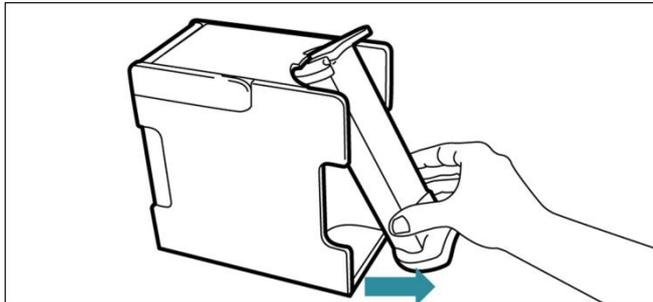

Abb. 28
6. Entfernen Sie den Halter für den Außenbehälter „Bag“ vom Gerät, indem Sie ihn am unteren Ende mittig greifen und über den ebenfalls unten befindlichen Steg aus der Behälterfassung herausziehen (Abb. 28). Entsorgen Sie den Halter für den Außenbehälter „Bag“.